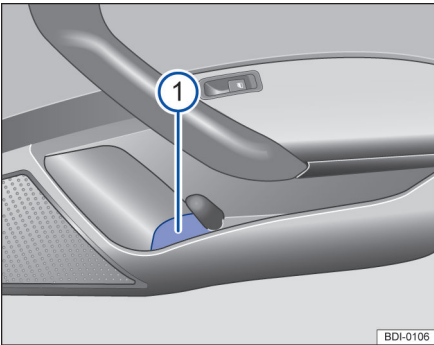

图 105 驾驶员车门中的饮料瓶支架
前可放置饮料瓶的饮料瓶支架⇒图 105①位于驾驶员和副驾驶车门内侧的杂物箱内。